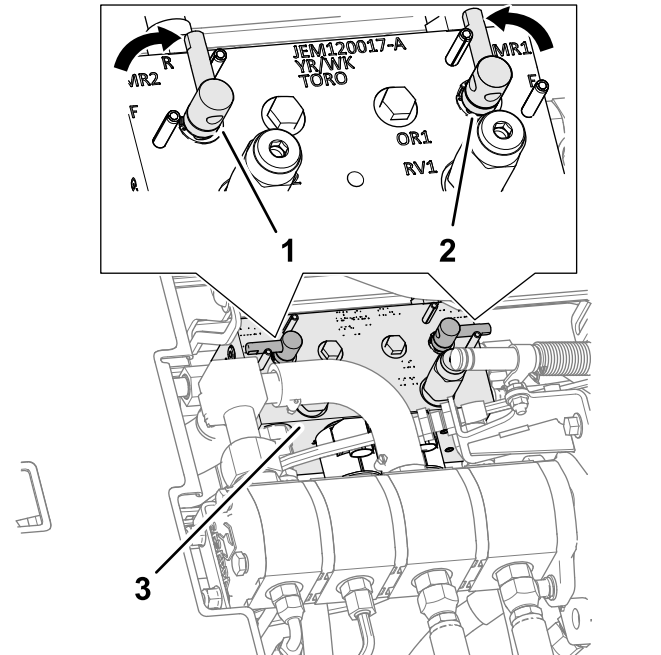

Figura 152
4. Deblocați i ridicați scaunul pentru a avea acces la colectorul mainii de tuns iarba (Figura 152).
5. Deplasați maneta de ascuire în poziția R (de ascuire) (Figura 152).